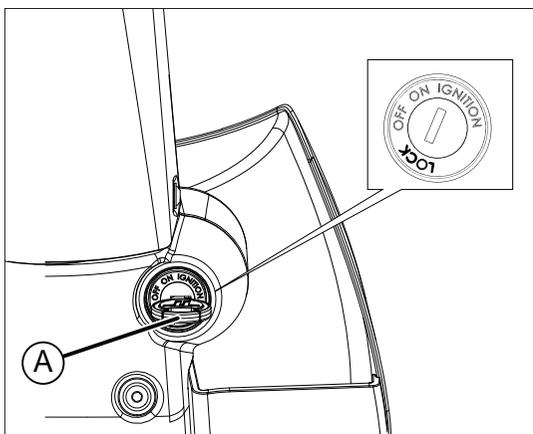

fig. 6
- enfoncer et tourner la clé A fig. 6 vers la gauche dans la position LOCK ;